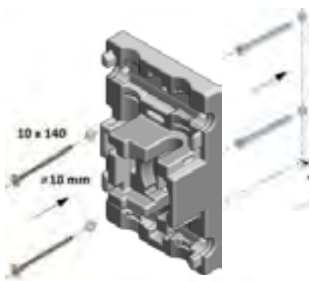

Рис.11: Настенное крепление насосных групп
2. Приложите крышку к стене и отметьте отверстия для сверления, или выполните разметку, как показано на Рис.11.